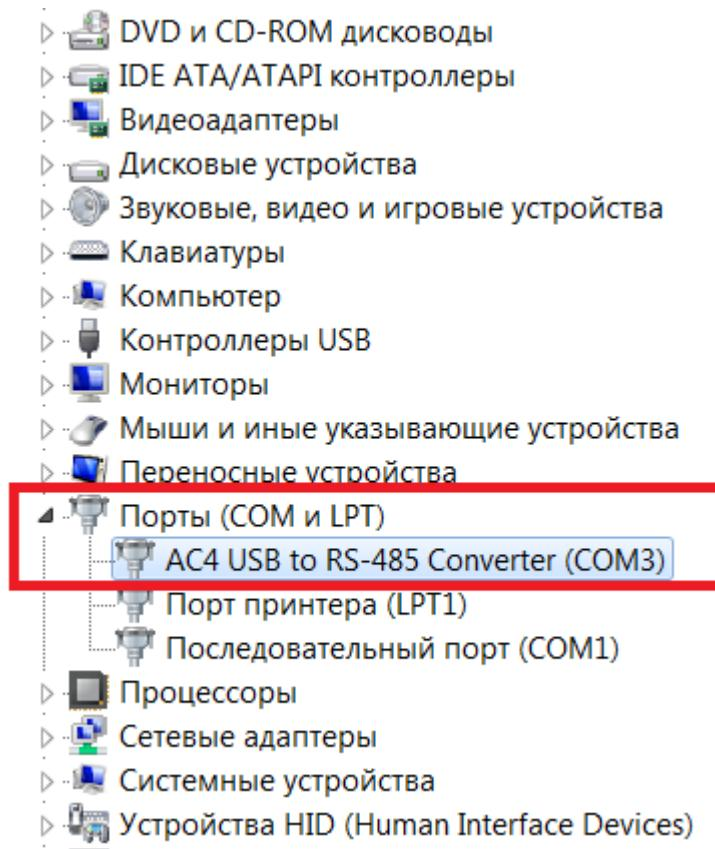

Рисунок 3.1 – Преобразователь интерфейсов АС4 в Диспетчере устройств
В качестве примера рассматривается подключение ПЧВ к ПК через преобразователь ОВЕН АС4. После установки драйверов АС4 преобразователь будет определен как новое устройство в Диспетчере устройств ПК (см. рисунок 3.1).
- **Имя порта** – номер СОМ-порта из Диспетчера устройств Windows (рисунок 3.1);